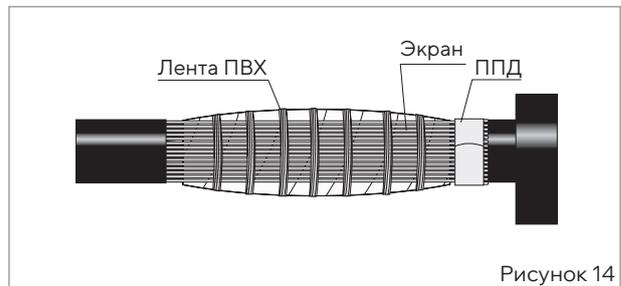

Рисунок 14
■ Снять бандаж с проволоки экрана на разделке с предустановленной ППД. Длинные проволоки экрана освободить от бандажа и разогнуть вдоль муфты, наложить на экран разделки с предустановленной ППД и закрепить, дотянув пружину (рис. 14).